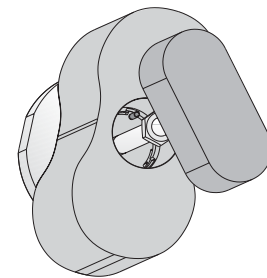

Figure 5
4. Enlever le bloque lobe **111**. Veiller à ce que les ailes de l'autre lobe ne recouvrent pas le moyeu du lobe devant être extrait. Le lobe peut être extrait à la main ou en utilisant l'outillage d'extraction **111**. Cet outil doit être entré au fond du lobe (figure 5), puis tourné jusqu'au blocage. Le lobe est ensuite extrait, soit en tirant sur l'outil, soit en utilisant le bloque lobe **111** ou le contre écrou de bout de tige comme extracteur.